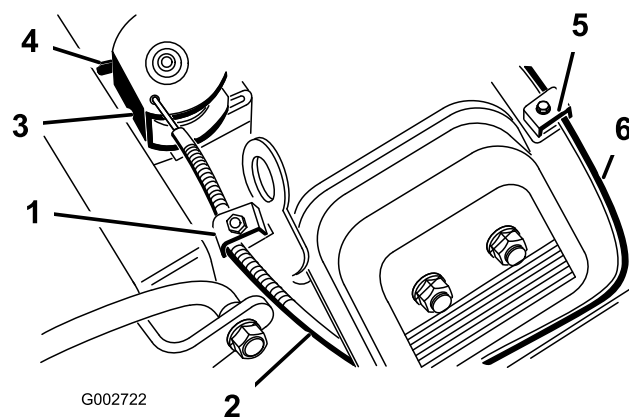

Figura 38
2. Afloje el tornillo de la abrazadera que fija el cable del acelerador al motor (Figura 38).
4. Tire firmemente del cable del acelerador hasta que la parte trasera del pivote entre en contacto con el tope (Figura 38).
2. Afloje el tornillo de la abrazadera que fija el cable del estérter al motor (Figura 38).
4. Tire firmemente del cable del estérter (Figura 38) hasta que la palomilla esté cerrada del todo, luego apriete el tornillo de la abrazadera.